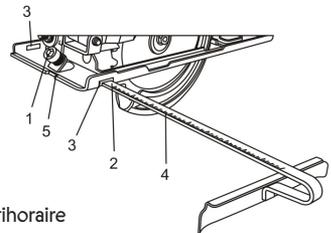

Figure 5
1. Desserrer la vis de blocage du guide de coupe (1) dans le sens antihoraire d'environ 2 tours à l'aide de la clé hexagonale de 5 mm (figure 5).
2. Glisser la tige de montage du guide de coupe (2) dans les encoches (3) de la semelle.
3. Aligner la largeur de coupe souhaitée sur l'échelle graduée (4) avec le repère de coupe à 0 degré (5) sur la semelle.